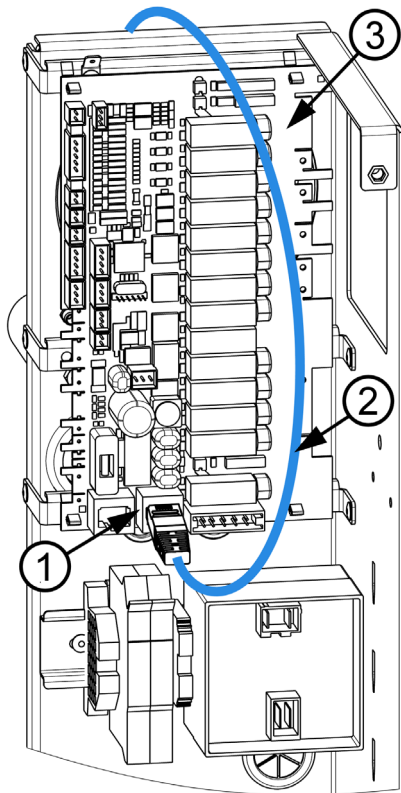

Abbildung 17: Verbinden des UTP-Kabels mit dem RJ-45-Anschluss
Verbinden Sie das Ende des UTP-Kabels (2) mit dem RJ-45-Anschluss (1), der mit X4 oder X5 auf der Relaisplatine (3) markiert ist (siehe Abb. 17).